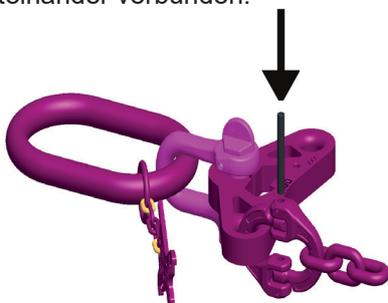

Abb. 9: Montage des Verbindungsbolzens
- 5 Fügen Sie den Bolzen in die Augenbohrungen ein (Abb. 9). Die beiden Bügelhälften sind jetzt lose miteinander verbunden.